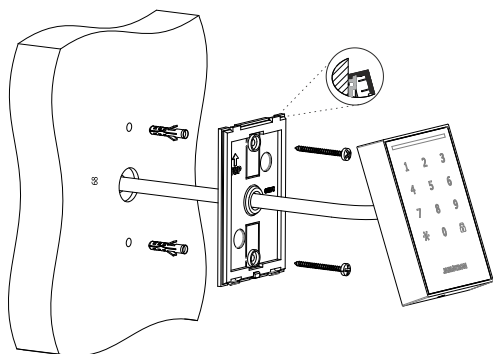

Fig. 2 : Installation du clavier
3. Aligner le clavier sur le bord supérieur du coussinet de montage (figure 2) et cliquer dessus.
4. Fixer alors le clavier avec la vis de verrouillage (4).